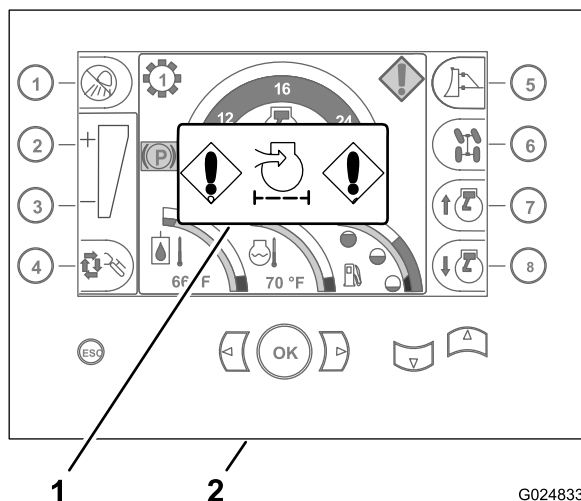

Figure 27
2. Vérifiez si le témoin de colmatage du filtre à air est affiché sur l'écran d'accueil du centre de commande (Figure 27).